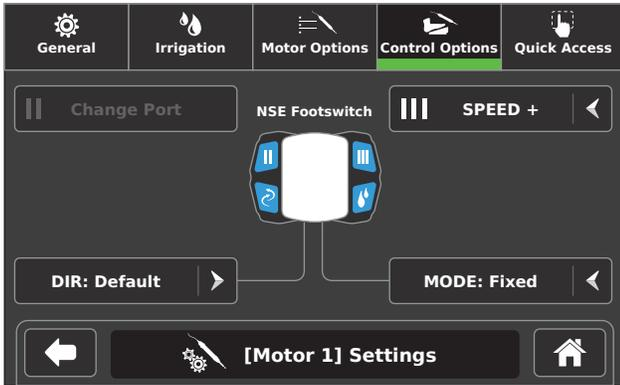

Figure 25 – Écran Options de commande de la commande au pied NSE
4. Ajuster les options de commande selon les besoins (Figure 25 et Figure 26).